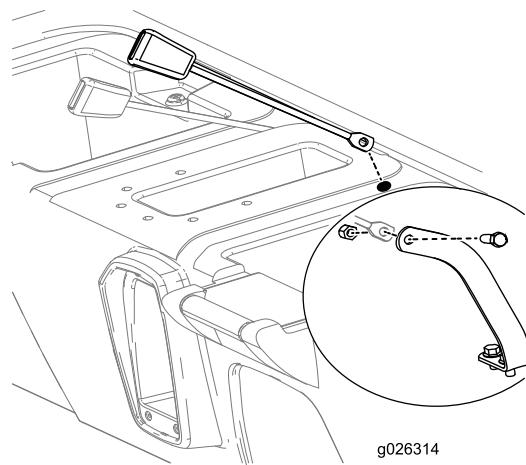

Figure 11
- Insérez le côté de montage du côté boucle de chaque ceinture de sécurité dans l'un des trous que vous venez de percer dans la base du siège (Figure 11).
que vous venez de percer dans la base du siège (Figure 11).
- Fixez le côté récepteur de chaque ceinture de sécurité à chaque ancrage à l'aide d'un boulon (7/16 po) et d'un écrou (7/16 po), comme montré à la Figure 11.